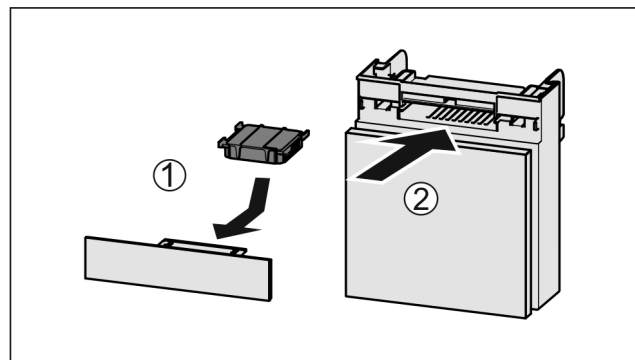

Fig. 226
- Поставете Fig. 226 (1) филтъра с активен въглен, както е показано на фигурата.
- Вкарайте Fig. 226 (2) отделениято.